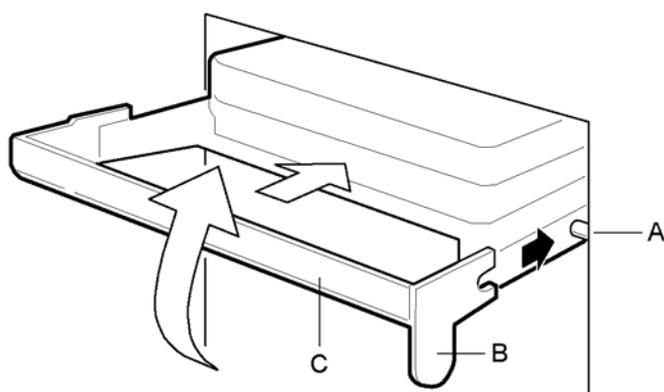

图 3-19. 安装一个新的硬盘
9. 将硬盘放入导轨。为了配合良好，将托架扳手与机箱前面板的垂直面保持 45° 左右。把硬盘推入导轨时，扳手（图 3-19 中的 B）上的两个定位口滑入硬盘安装架内的两个圆安装柱上，当它们咬合后，将扳手向上推（图 3-19 中的 C），使定位口与定位柱锁牢，同时将扳手右边的压柄向左压，使其绕过安装架边缘，锁进扣位。